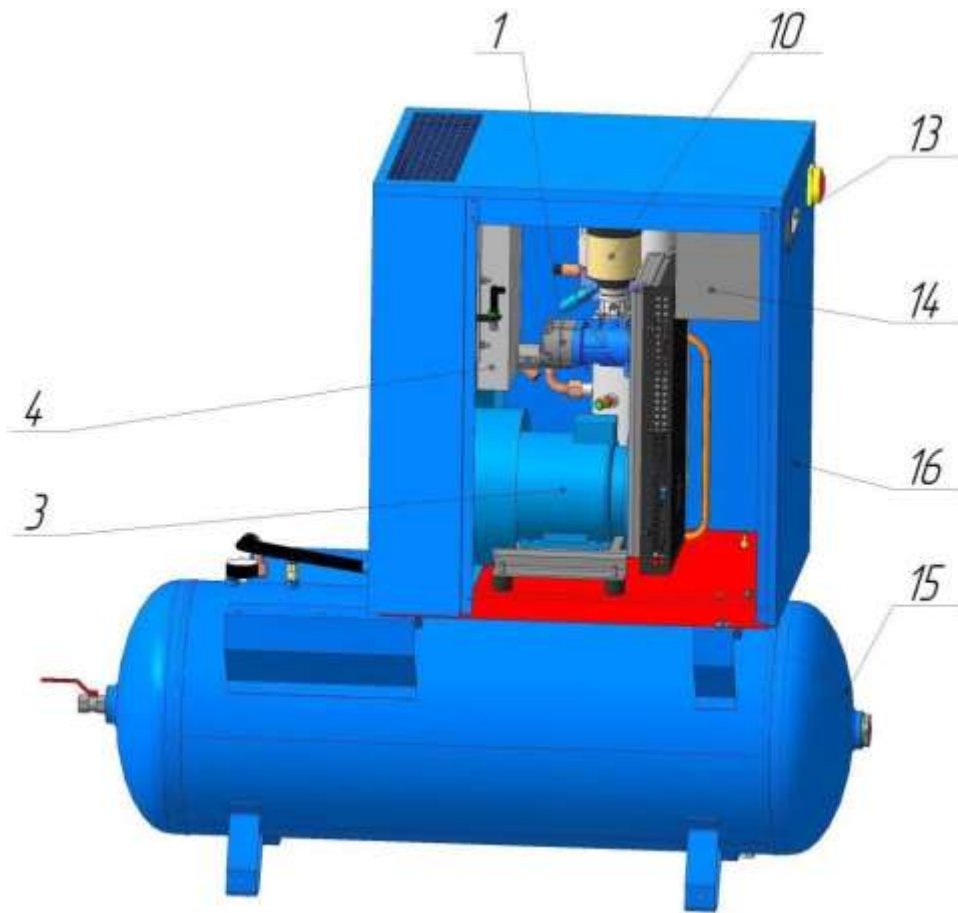

Рисунок 2 – Общий вид компрессорной установки VK5T-...-270, VK7T-...-270, VK10T-...-270
**15 – Ресивер воздушный** (см. рисунок 2) предназначен для сбора сжатого воздуха (управление компрессором осуществляется по избыточному давлению, создаваемому в ресивере или пневмомагистрали), устранения пульсации давления, предварительного отделения конденсата и масла. Ресивер одновременно является корпусом, на котором смонтированы агрегаты компрессорной установки.